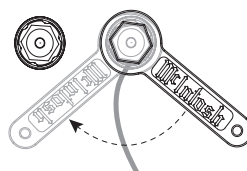

Рисунок 09— Затягивание выходной клеммы
- Поместите прилагаемый гаечный ключ McIntosh на конец выходной клеммы и поверните его на четверть оборота (90 °), чтобы закрепить соединение кабеля громкоговорителя (Рисунок 09). Не перетягивайте